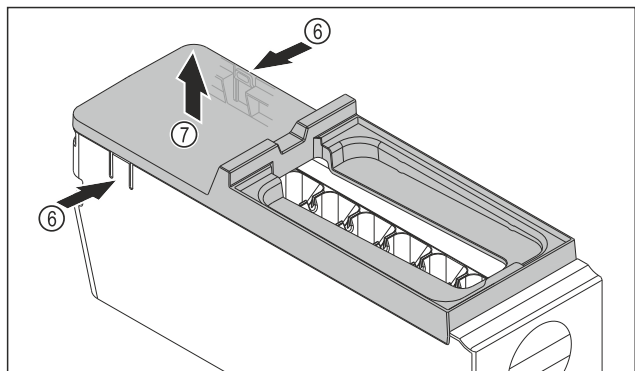

Fig. 77
- ▶ Odstráňte kryt korpusu EasyTwist-Ice: strmene Fig. 77 (6) na oboch stranách korpusu EasyTwist-Ice zatlačte rukou.
- ▶ Kryt Fig. 77 (7) odoberte druhou rukou smerom nahor.